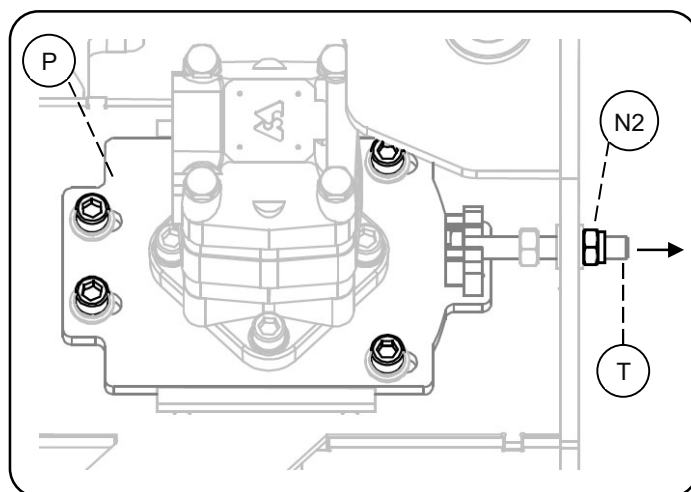

Bild.34
Steg 2, Bild.34: Skruva in mutter (N2), skruven (T) kommer att förflytta motorkonsolen (P).